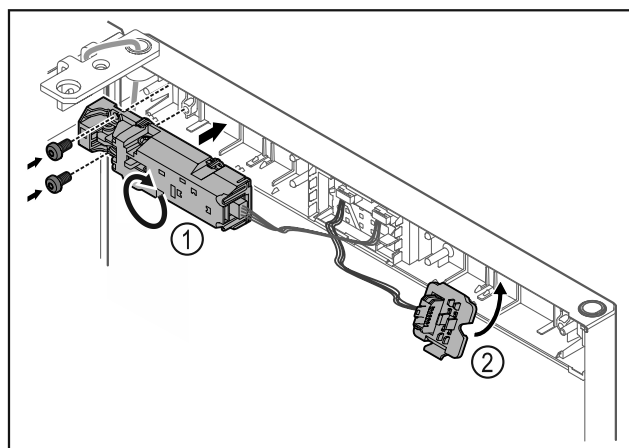

Fig. 19
- Drej fjernlåsen Fig. 19 (1) 180°, og fastgør den på den modsatte side.
- Klik stikholderen Fig. 19 (2) i på den modsatte side.